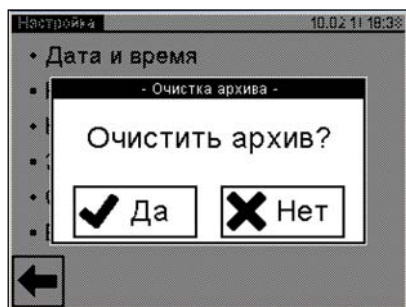

Рисунок 6.10
- 2) Перейти у вікно "Очистка архива", для чого у вікні "Настройка" натиснути на рядок "Очистить архив", на екрані з'явиться вікно "Очистка архива" (рисунок 6.10)